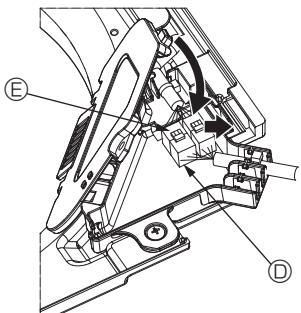

Fig. 5-10
- Luk afdækningen på el-boksen, når ledningerne er placeret i el-boksen. Pas på, at ledningerne ikke kommer i klemme. (Fig. 5-10)